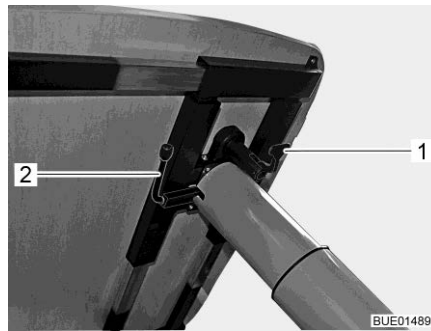

Fig. 128 Réglage table à hauteur réglable
- Rabattre le levier de verrouillage (Fig. 128,1) vers le bas.
- Faire pivoter le levier (Fig. 128,2) sous le plateau de table à 180° dans le sens des aiguilles d'une montre. Le mécanisme de réglage de hauteur se trouvant dans le pied de table est déverrouillé.
- Faire pivoter le levier (Fig. 128,2) sous le plateau de table à 180° dans le sens des aiguilles d'une montre. Le plateau de table s'élève alors automatiquement jusqu'à la butée de fin de course.